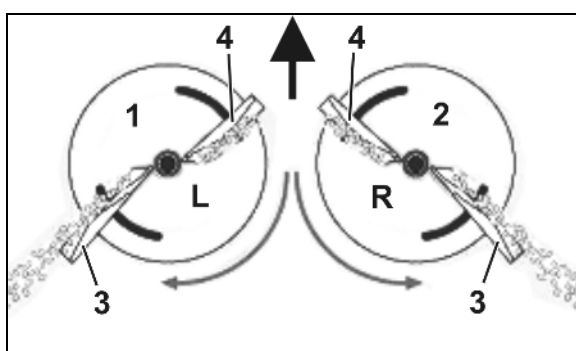

Fig. 18
- venstre spredeskive (Fig. 18/1) merket **L**
- høyre spredeskive (Fig. 18/2) merket **R**.
- Lang (Fig. 18/3) - Innstillingsskala med verdier fra 35 til 55.
- Kort (Fig. 18/4) - Innstillingsskala med verdier fra 5 til 28.